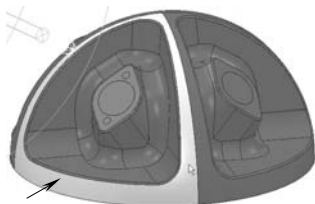

图 10-72 选择曲面
1) 创建边界：在 PowerMILL 绘图区中选择图 10-72 所示曲面。